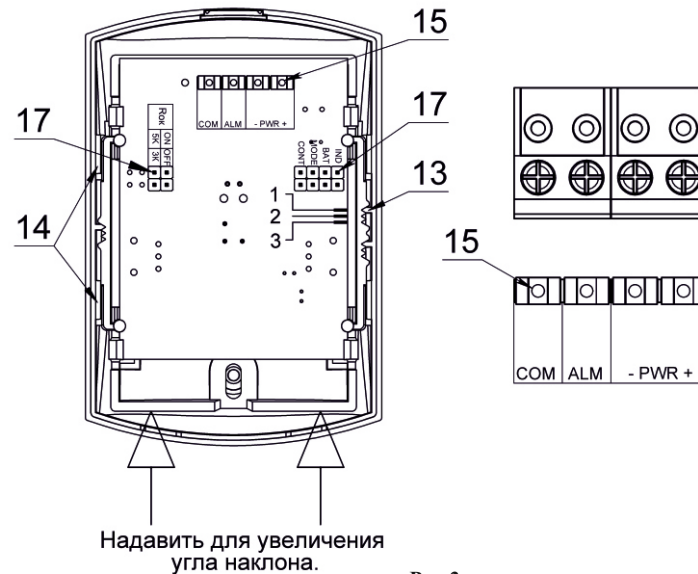

Рис.3
В зависимости от высоты установки ИО и максимального размера помещения рекомендуется изменить угол наклона ИО путем переустановки держателя (4) в крышке, совместив направляющую крышки (13) с риской («1», «2» или «3») на плате в соответствии с Таблицей 3. Для переустановки держателя в положения «2» и «3» необходимо с небольшим усилием сдвинуть держатель вверх относительно крышки (рис. 3). Внимание: держатель (4) и линзу (2) не изымать и не переворачивать.
Подсоединить колодку к плате (рис. 3). Установить извещатель на основание.